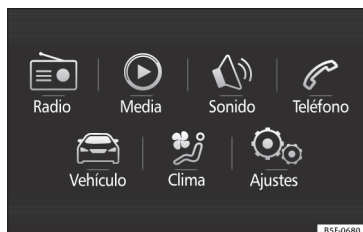

Fig. 34 Easy Connect: Menú principal.
- Pulse la tecla **MENU** del sistema y posteriormente el botón **CAR** » **fig. 34**, o la tecla **CAR** » **fig. 35**.